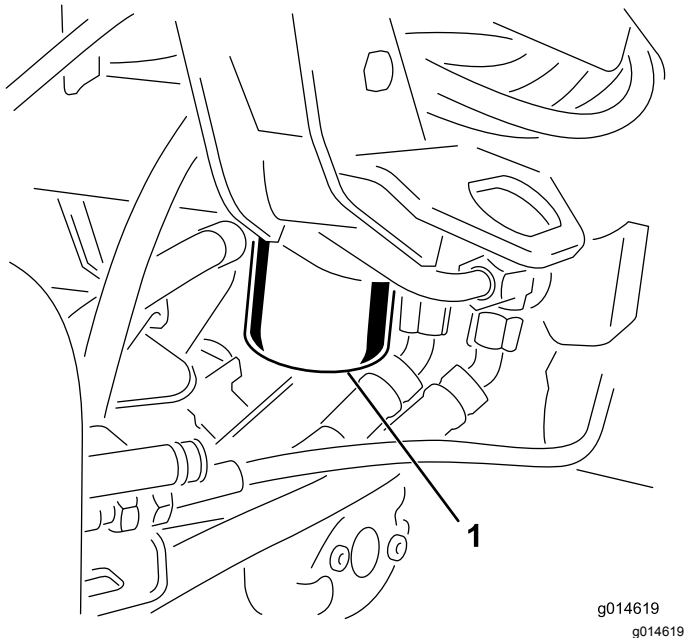

Figura 36
1. Limpe a zona em torno da montagem do filtro (Figura 36). Coloque um recipiente de escoamento debaixo do filtro e retire o filtro.